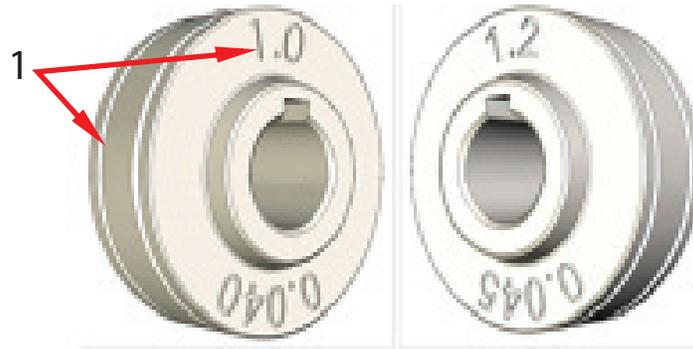

Abbildung 21. Drahtvorschubrollen werden in verschiedenen Größen angeboten
1. Installieren Sie die Antriebsrolle (in der richtigen Größe und mit der richtigen Nutausrichtung). Vergewissern Sie sich, dass die Nut mit der richtigen Größe nach innen ausgerichtet ist (siehe Abbildung 21).